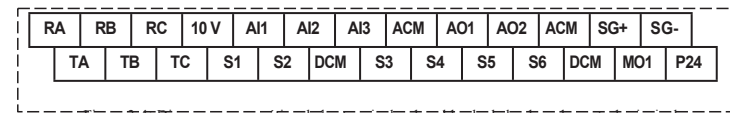

Figura 3-4 Diagrama esquemático de los terminales de cableado de la placa de control principal
1) Diagrama esquemático del cableado de los terminales del circuito de control (Figura 3-4)